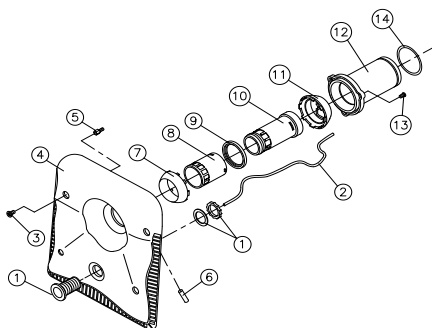
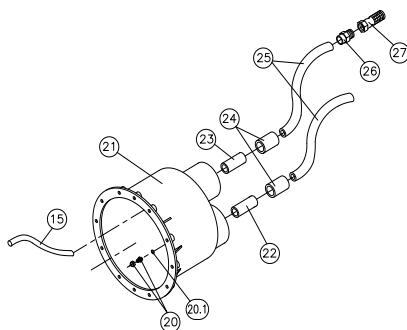

Fig. 3
Fig. 2
**3.1** Para fijar el nicho (nº21, fig.2) en una pared de hormigón, sólo tiene que seguir las instrucciones dadas en el capítulo 2 (lugar de instalación).
**4.1** El nicho se suministra con los tubos nº22 y 23, (fig.2) ya instalados, además uno de los manguitos (nº 24, fig.2) se suministra encolado en el tubo nº 22. Una vez fijado el nicho a la pared, siguiendo las instrucciones del capítulo 2, procederemos a la instalación de las líneas de aire y neumática.
Esta línea está compuesta por un manguito (nº 24), un tubo flexible (nº 25), un terminal rosca macho (nº 26) y una válvula de pie (nº 27), todas estas piezas se suministran montadas por lo que sólo tendremos que encolar el extremo del manguito (nº 24) al tubo (nº 23) ya instalado en el nicho. Es importante fijar el tubo de la línea de aire a la pared del local técnico procurando que la válvula de pie quede en la parte más alta, evitaremos así, la aspiración de suciedad. (ver fig. 8, pag. 9). Por último, instalaremos el tubo flexible (nº 15, fig. 2) embutiendolo a presión en la cánula que se encuentra en el interior del nicho. (ver fig.5, pag.6).
Esta línea está compuesta por un tubo (nº 22), un manguito (nº 24) y un tubo flexible (nº 25); como el tubo (nº 22) y el manguito (nº 24) ya están instalados en el nicho, sólo tendremos que encolar el tubo (nº 25). Antes de encolar el extremo del tubo (nº 25) al manguito (nº 24), introduciremos el tubo transparente (nº 2, fig. 3) dentro de la línea neumática, pasaremos el extremo de dicho tubo transparente (nº 2, fig. 3) por el orificio del nicho, y lo fijaremos mediante el prensa (nº 20 y 20.1, fig. 2). Una vez realizada esta operación, procederemos a encolar el tubo (nº 25) al manguito (nº 24). El extremo del tubo (nº 2, fig. 3) se conectará al microinterruptor situado en un lateral del cuadro hidroneumático incluido con el HIDROJET.